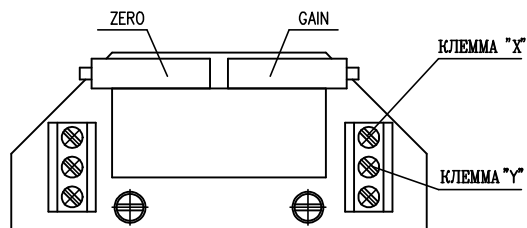

Рис.5
3.4.2 EPV - 3-проводниковое включение (рис.5)
- Установте датчик сопротивления на основании инструкций в предыдущей главе так, что величину сопротивления измеряйте на клеммах X-Y (рис.5). (употреблен датчик с сопротивлением 2000Ω или 100Ω)
- Поворачиванием устанавливающего триммера ZERO (рис.5) установте величину выходного сигнала тока, измеряемого на клеммах 81-82, на величину 0 мА или 4 мА.
- Поворачиванием устанавливающего триммера GAIN (рис.5) установте величину выходного сигнала тока, измеряемого на клеммах 81-82, на величину 20 мА или 5 мА.